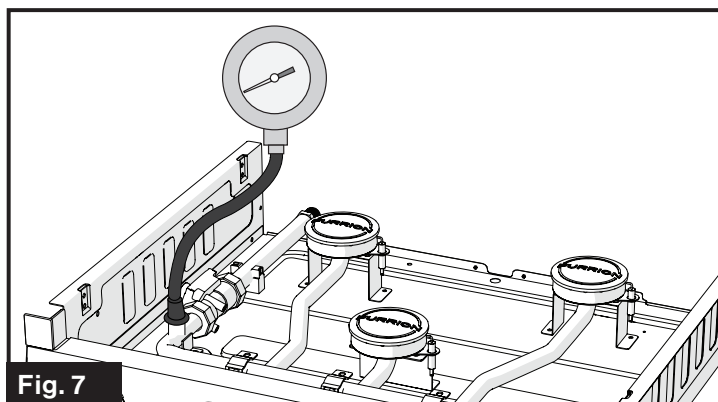

Fig. 7
- El probador de nivel de presión debería indicar entre 10" WC y 13.8" WC. (Fig. 7)